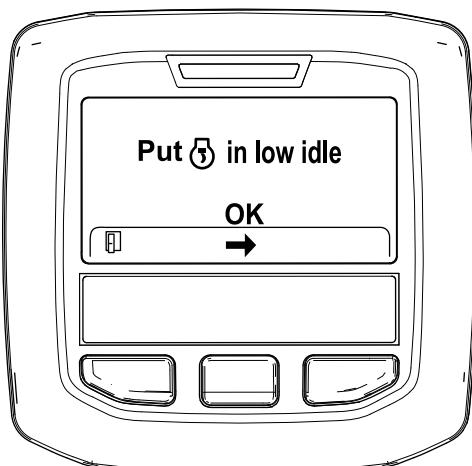

Bild 41
6. Stellen Sie die Gasbedienung in die NIEDRIGE LEERLAUF-Stellung und drücken Sie die mittlere Taste (Bild 41).